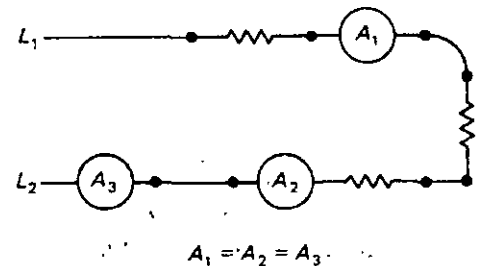

FIGURA R16-18
La descripción anterior ha indicado claramente que la corriente, los amperes tomados, es la misma en todas las partes de un circuito en serie. Un amperímetro conectado en cualquier del circuito indicará la misma corriente (A) que en cualquier otro punto. En la figura R16-18, A1 es igual a A2, e igual a A3, independientemente de cuáles sean los valores de las resistencias individuales en ohms.